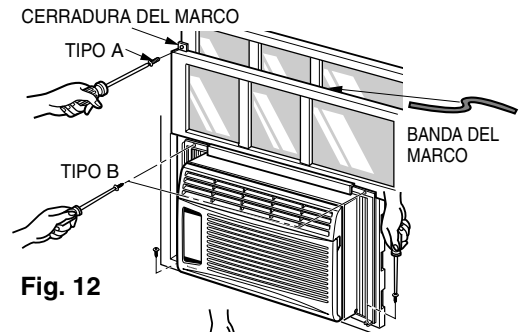

Fig. 12
Extienda los paneles para rellenar los orificios de la ventana usando los 4 tornillos (TIPO B) como en la Fig. 12.
- Corte la banda del marco del mismo ancho de la ventana. Coloque la banda del marco entre el vidrio y la ventana para prevenir la penetración al cuarto de insectos y aire, como en la Fig. 12.
- Atornille la cerradura del marco usando un tornillo TIPO A, como en la Fig. 12.